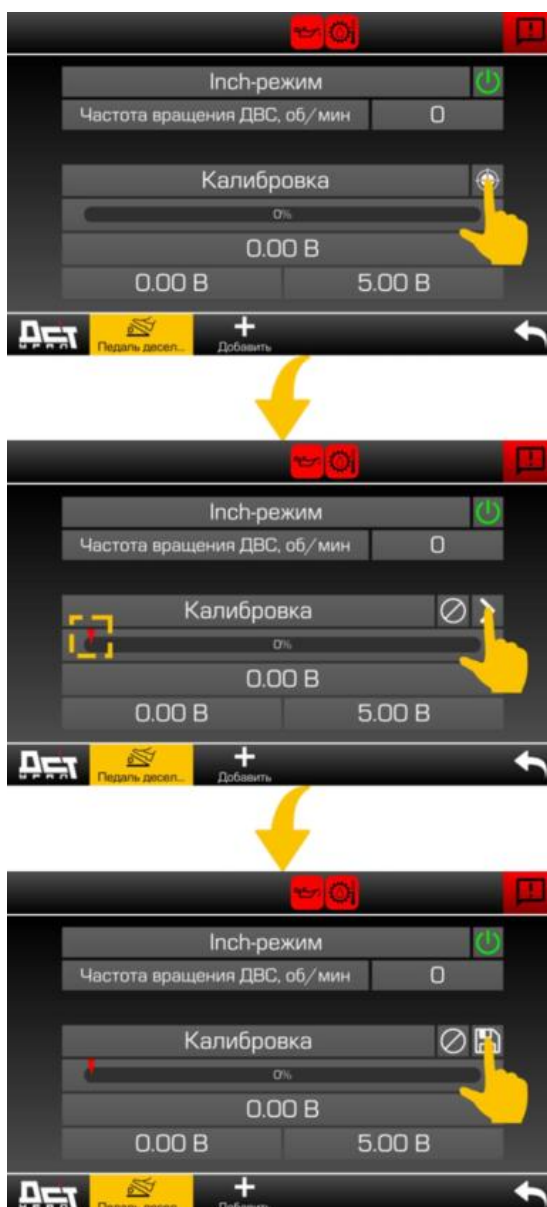

Рисунок 5.125. Калибровка педали деселератора
- ▶ Активировать режим калибровки (рис. 5.125, верхнее изображение).
- ▶ Последовательно переводить педаль в положение, указываемое красной стрелкой (рис. 5.125, изображение посередине).
- ▶ Сохранить изменения, нажав кнопку «Сохранить» (рис. 5.125, нижнее изображение).